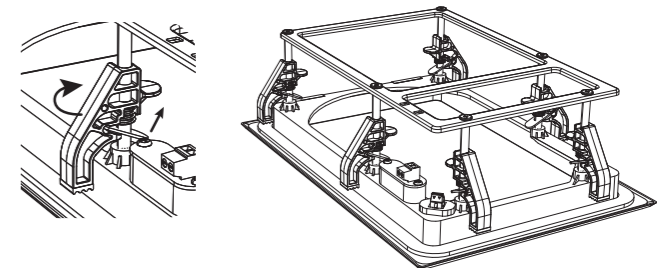

Fig. 5. Adjusting the Mounting Clamps
2. Ajustez toutes les pinces de montage du cadre afin qu'elles soient en position repliée (Fig. 5 et 6). Ils sont ajustés en tirant sur la languette métallique à ressort, puis en déplaçant les pinces le long de leurs montants de montage et en les faisant tourner sur le côté. Cela permettra au cadre de s'insérer dans l'ouverture de la cloison sèche.